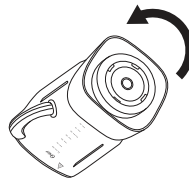

Fig. 10
1. Afloje la tuerca de la jarra girando la llave de la jarra hacia la izquierda. (Fig. 10)